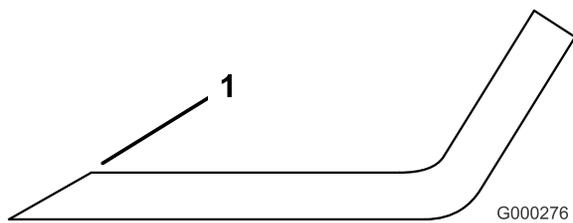

Figure 88
3. Examinez les tranchants de toutes les lames et aiguisés-les s'ils sont émoussés ou ébréchés. N'aiguisés que le haut du tranchant et conservez l'angle de coupe d'origine pour obtenir une coupe nette (Figure 88). Limez la même quantité de métal sur chacun des deux tranchants pour ne pas déséquilibrer la lame.